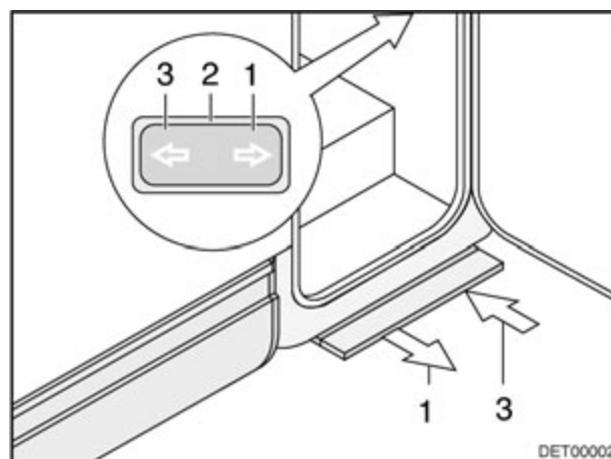

Fig. 3 Commutateur de commande marchepied (variante 1)
- Appuyer sur la moitié avant du commutateur à bascule (Fig. 3,1), jusqu'à ce que le marchepied soit entièrement sorti.
- Appuyer sur la moitié arrière du commutateur à bascule (Fig. 3,3), jusqu'à ce que le marchepied soit entièrement ressorti.